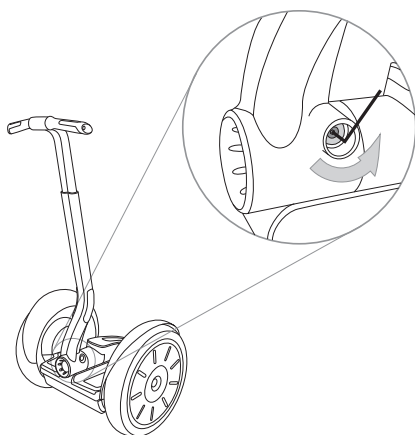

图 1. 拆下倾斜操纵架紧固件
2. 用 5mm 六角扳手拆下固定倾斜操纵架的紧固件。请参见图 1。